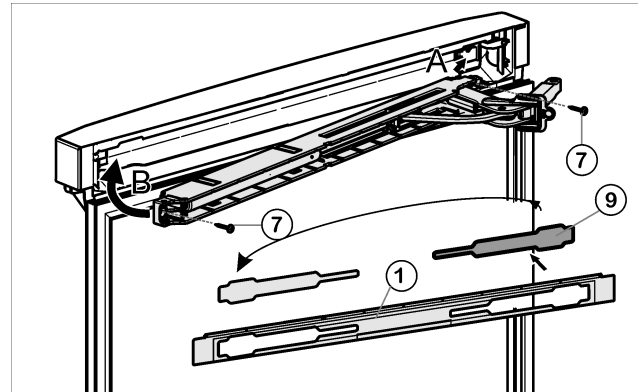

Fig. 23
- ▶ Détacher le cache Fig. 23 (9) du panneau Fig. 23 (1) et le remettre en place de l'autre côté.
- ▶ Encliqueter l'unité supérieure de l'amortisseur de fermeture avec l'articulation du côté charnière (A) et la guider pour la repositionner (B).
- ▶ Visser à fond l'unité de l'amortisseur de fermeture (2 vis Torx 15) Fig. 23 (7).